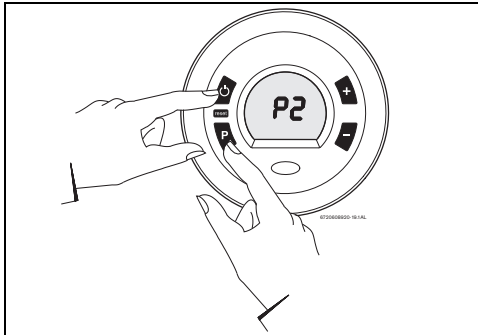

Fig. 50
- ▶ Mantener pulsada la tecla de programas y pulsar el interruptor principal ON/OFF para conectar el aparato (consultar la Fig. 50 ).